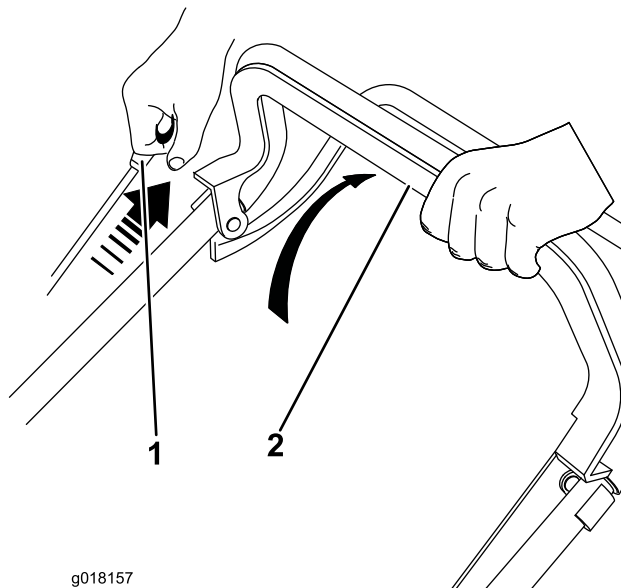

Bild 12
1. Halten Sie den Schaltbügel gegen den Bügel gedrückt (Bild 12).
2. Ziehen Sie am Rücklaufstartergriff (Bild 12).